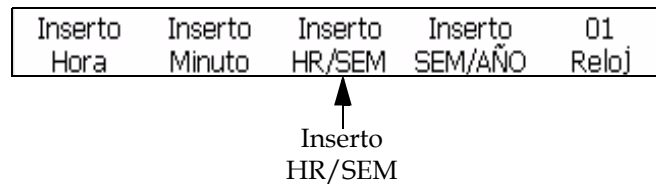

Figura 5-35: Marco <01 Reloj>
- 1 Comience en el marco <01 Reloj> (01 Edición > 02 Edición - Insertos > 01 Inserto - Reloj > 01 Reloj). Consulte la Figura 5-35.